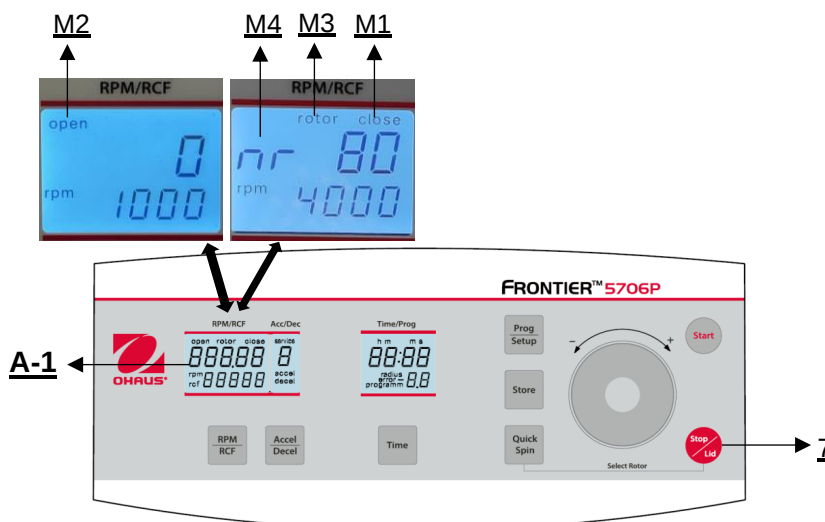

Figure 16
Après le cycle, lorsque le couvercle de la centrifugeuse reste fermé, le mot **"close"** (M1) continue d'apparaître sur l'écran **"RPM | RCF"** (A-1). En même temps, le numéro d'identification du rotor, par exemple **"nr 80"**, est affiché sur l'écran (M4). Dès que le couvercle est relâché en appuyant sur la touche **"Stop | Lid"** (7), le mot **"open"** (M2) apparaît. Vous pouvez maintenant ouvrir le couvercle de la centrifugeuse. Veuillez vous référer à la **figure 16** ci-dessous.
Veuillez vous référer à la **figure 16** ci-dessous.